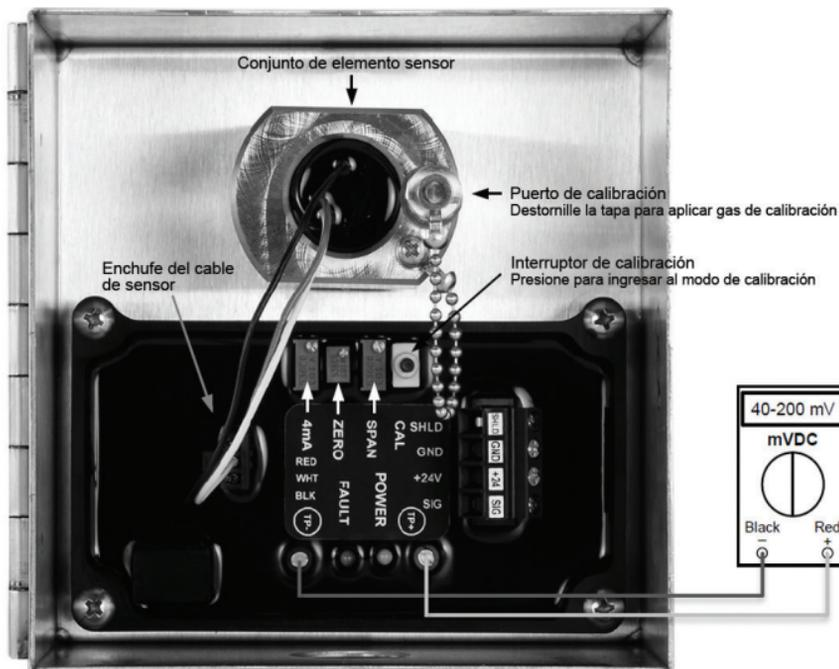

Figura 3: Conjunto de sensor y transmisor
El sensor GG-VL2-NH3 viene calibrado de fábrica y sólo debiera requerir ajustes mínimos tras su instalación. La calibración debiera efectuarse cada seis meses. Hay dos potenciómetros en el preamplificador que se utilizan para la calibración (consulte la Figura 3).
- Ajuste el potenciómetro "zero" hasta que el sensor indique 40 mVdc entre Test [-] y Test [+] (consulte la Figura 3).
Calibración de intervalo: ¡No ajuste el potenciómetro "span" (intervalo) con gas de calibración no certificado! Si requiere ajustar el intervalo, utilice el siguiente procedimiento (consulte la Figura 3):
Para reemplazar el sensor, consulte la **Figura 3** y realice el siguiente procedimiento.